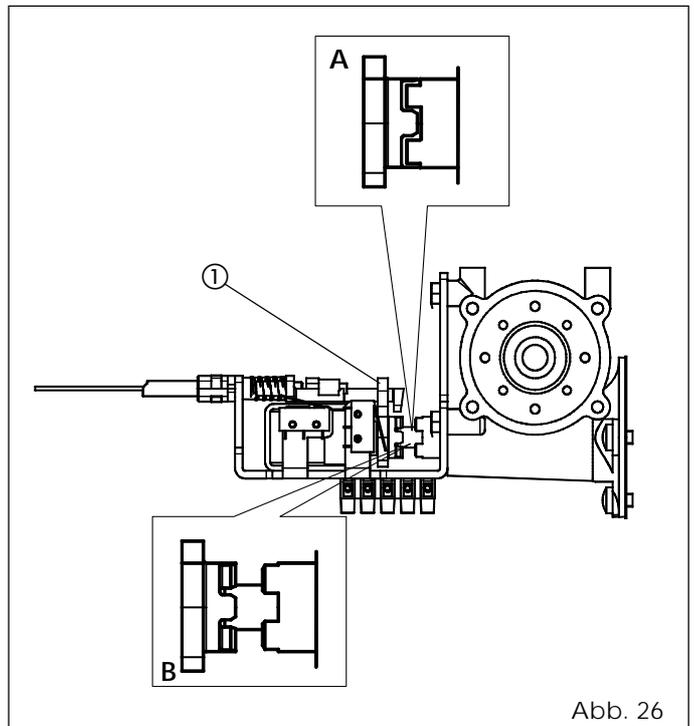
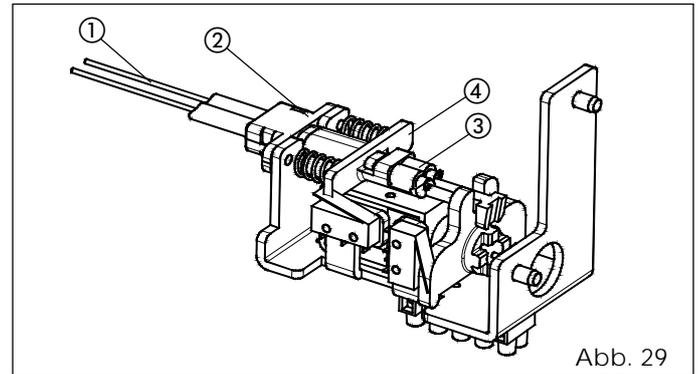

Abb. 26
Abb. 29
- Den Hebel (Abb. 26 - Bez. ①) per Hand zur Motorwelle hin drücken und dabei prüfen, ob er ordnungsgemäß eingreift (Abb. 26 - Bez. A).
- Den Hebel (Abb. 26 - Bez. ①) senkrecht bewegen und überprüfen, ob zwischen der Kupplung der Motorwelle und der Motorsperre ein Spiel vorhanden ist.
- Das Kabel (Abb. 29 - Bez. ①) durch das Teil ② ziehen und den Mantel angeschlagen lassen.
- Das Kabel in die Klemme einsetzen (Abb. 29 - Bez. ③).
- Teil ④ bis zum Anschlag ziehen (durch Zusammendrücken der Federn), die Schraube der Klemme ③ anschrauben und das Stahlkabel fest spannen.
- Prüfen, ob die Einkupplung der Motorsperre frei von der Einkupplung der Motorwelle ist (Abb. 26 Bez. B).